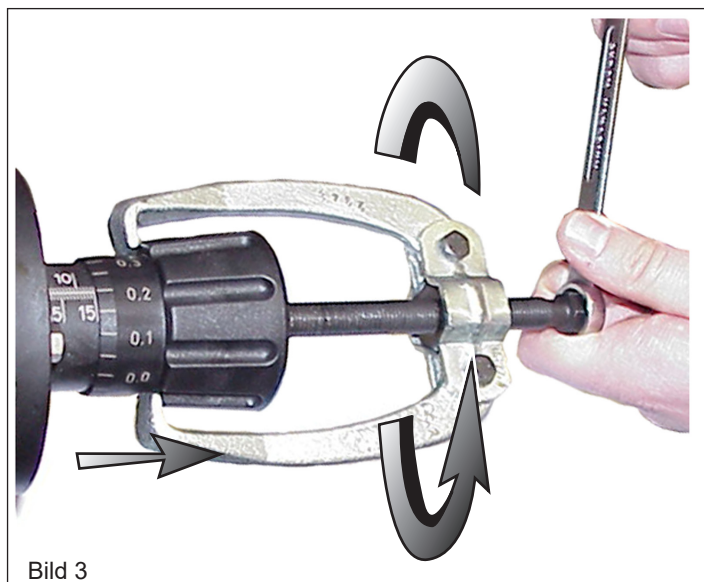

Bild 3
Ziehen Sie das Handrad (21) mit der Klauenabziehvorrchtung von der Verstelleinheit (7) ab (siehe Bild 3).
5. Lösen Sie die Schrauben (33). Achten Sie darauf, dass die Dichtringe (34) nicht verloren gehen!